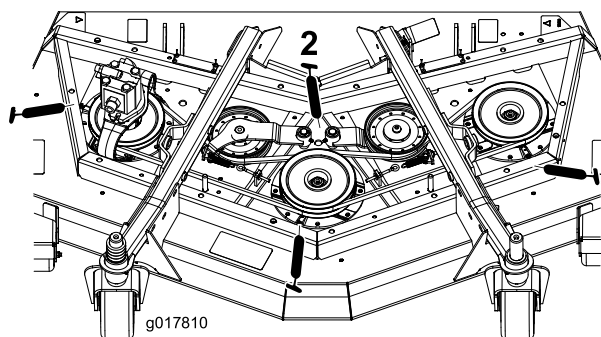

Figure 63
- Paliers d'axes de pivot (3) (sous la poulie) (Figure 63)
- Bagues de pivot du bras de la poulie de tension (2) (Figure 63).